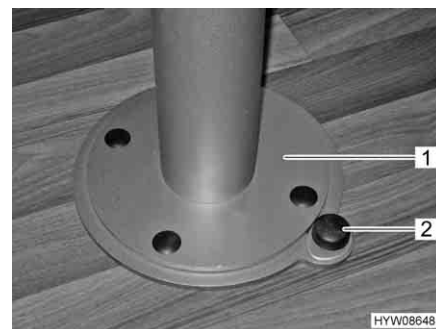

Fig. 55 Sbloccaggio dispositivo di rotazione piede del tavolo
- Spingere verso il basso il bottone (Fig. 55,2) del bloccaggio.
- Ruotare il piede del tavolo con il piano del tavolo (Fig. 55,1) nella posizione desiderata.